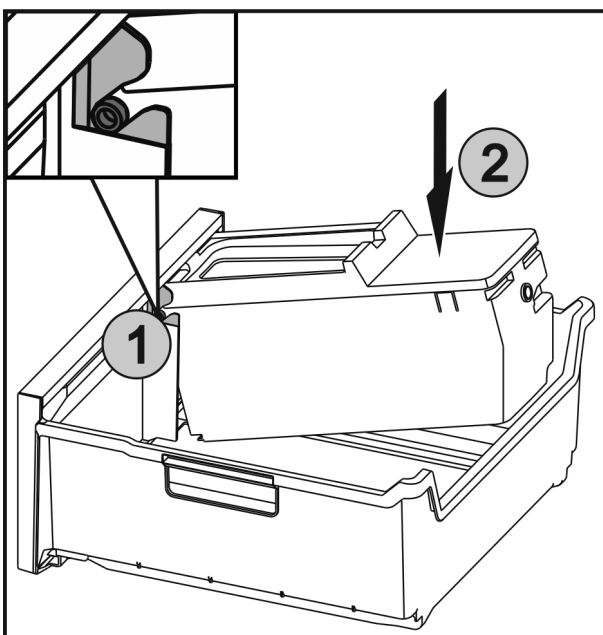

Fig. 51
- ▶ De assen Fig. 51 (1) van EasyTwist-Ice in de geleidingen schuiven en de achterste zijde Fig. 51 (2) erin drukken tot de lip vergrendelt.